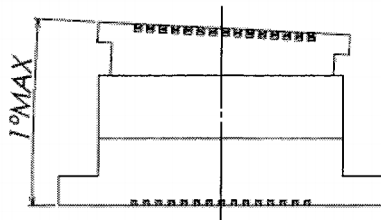
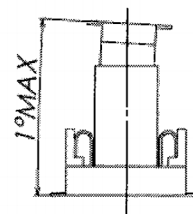

図 3/ Fig.3
図 4/ Fig.4
- ・嵌合時の許容角度は図3～図4になりますので、記載角度以下で使用して下さい。
/Please mate below the angle of the figure 3,4.